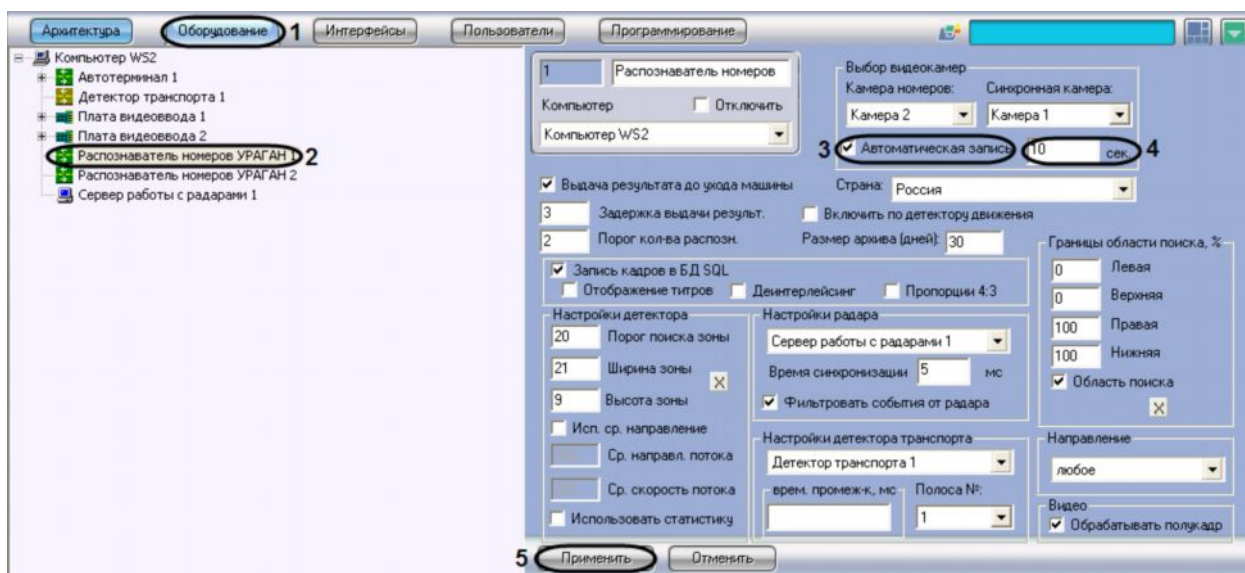

Рис. 7.2.3-1 Настройка параметров автоматической записи сигнала
1. В диалоговом окне «Настройка системы» перейти на вкладку «Оборудование» (см. Рис. 7.2.3-1, 1).
2. В дереве объектов на вкладке «Оборудование» выбрать объект «Распознаватель номеров УРАГАН», соответствующий настраиваемому программному модулю «Ураган» (см. Рис. 7.2.3-1, 2). В правой части вкладки «Оборудование» отобразится панель настройки выбранного объекта.
3. Установить флажок «Автоматическая запись» для активации функции автоматической записи видеосигнала при распознании номерного знака транспортного средства (см. Рис. 7.2.3-1, 3).
4. Указать длительность записи видеосигнала, осуществляющегося при распознании номерного знака транспортного средства (см. Рис. 7.2.3-1, 4).
5. Нажать кнопку «Применить» (см. Рис. 7.2.3-1, 5).